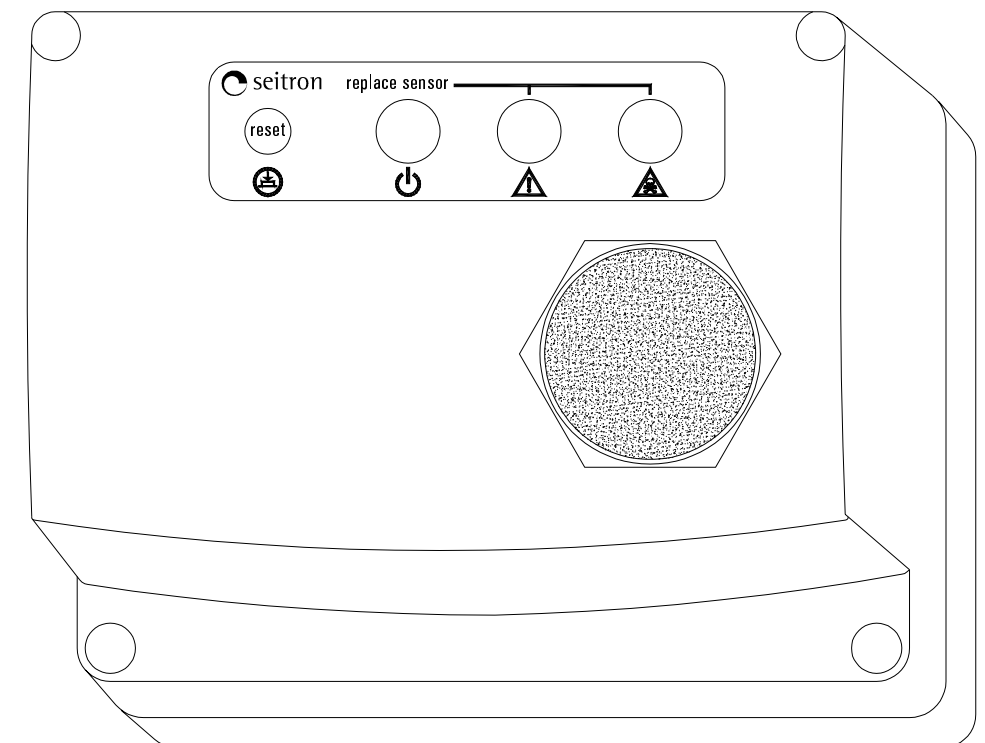

Fig. 1: Aspetto esteriore / External aspect / Aspect extérieur / Aspecto exterior
L'RGi CO0 L42 (Рис. 1) - это электронное микропроцессорное устройство, отвечающее необходимости обеспечения безопасности в случае, если использование бытового или промышленного оборудования может привести, ввиду плохого сгорания или неправильного функционирования, к загрязнению воздуха СО. Предусмотрен визуальный и звуковой двухуровневый сигнал тревоги:
El monóxido de carbono (CO) es un gas extremadamente tóxico y muy peligroso: siendo este incoloro e inodoro, imperceptible para las personas si no por las graves consecuencias que provoca, aunque sean inhalaciones reducidas. El RGI CO0 L42 (Fig. 1) es un dispositivo electrónico a microprocesador que responde a las necesidades de seguridad allí donde el uso de aparatos domésticos e industriales comporte riesgos, a causa de una mala combustión o de un funcionamiento irregular, por contaminación con CO.